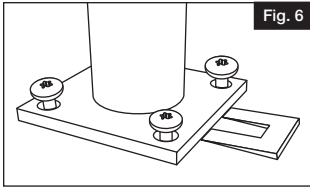

Fig. 6
- Si es necesario, inserte la cuña suministrada debajo de la parte inferior de la montura del poste estructural (Fig. 6).